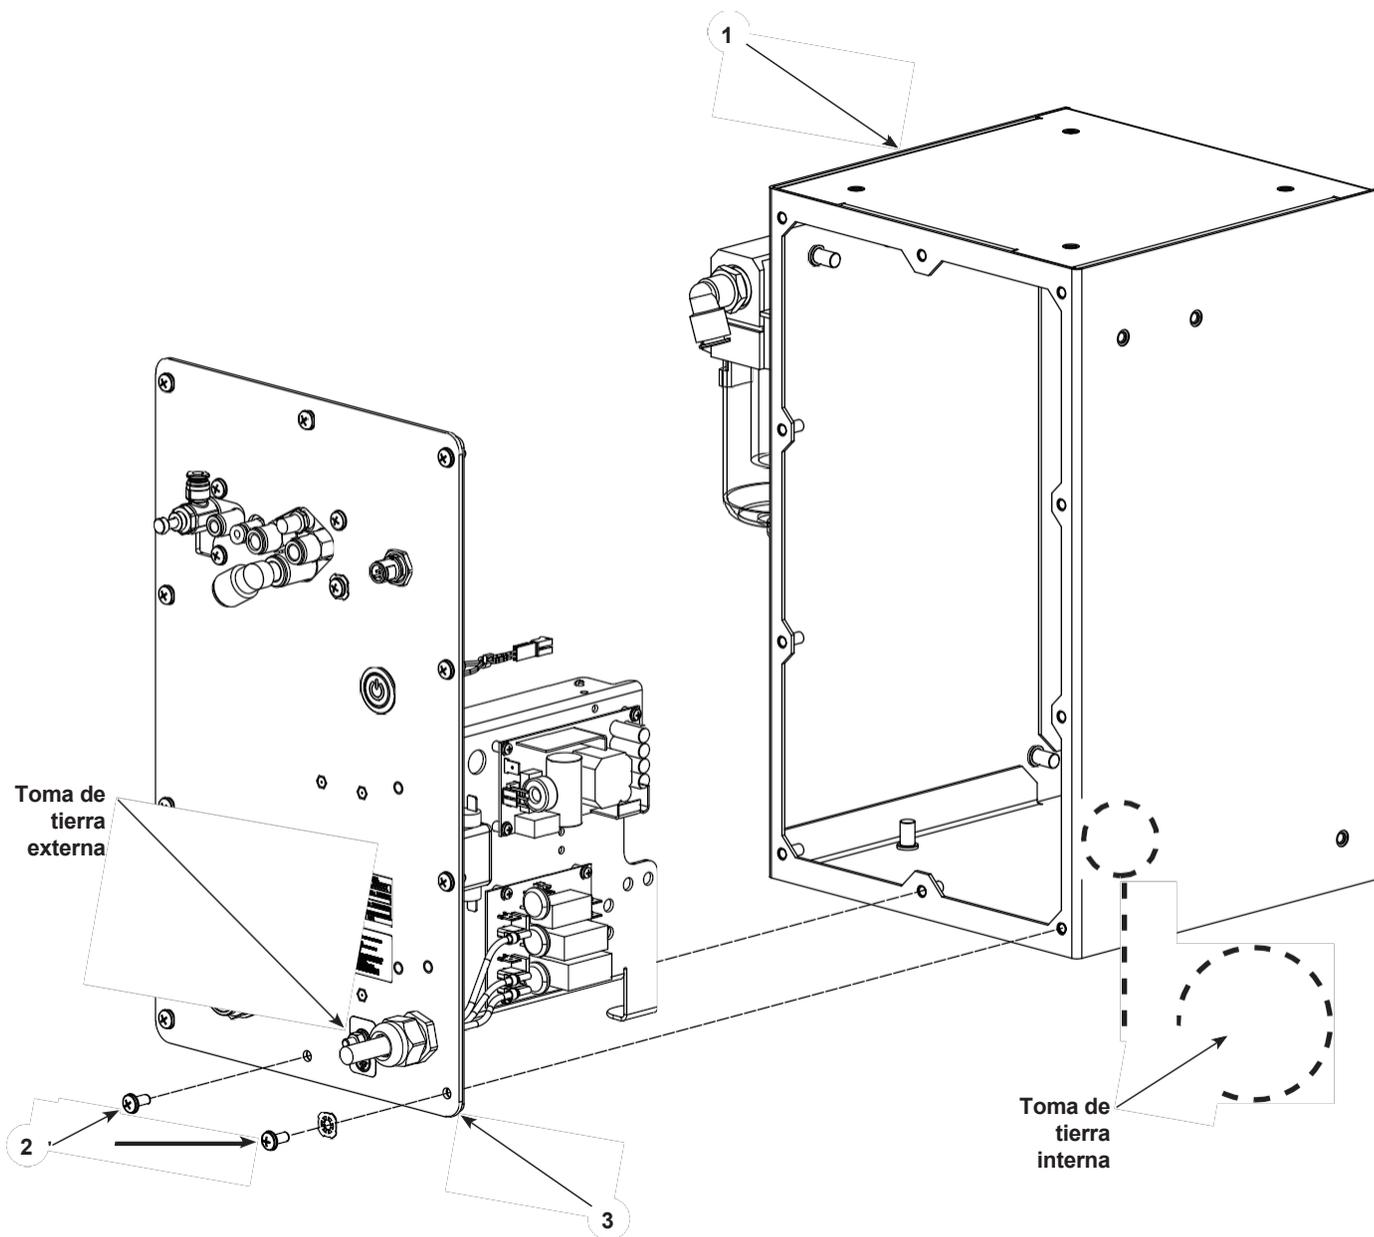

Figura 7-2 Extracción del panel
3. Véase la figura 7-2. Retire los diez tornillos (2) que fijan el conjunto del panel (3) a la carcasa (1).